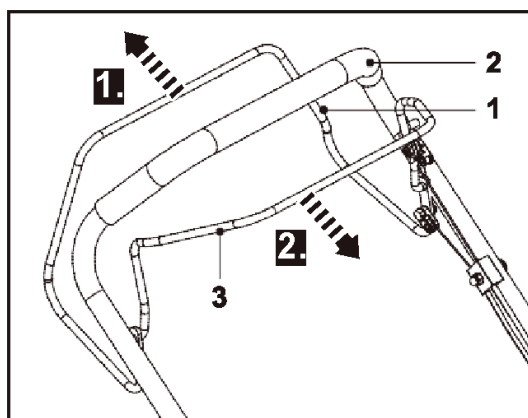

Рис. 24
1. Отпустите рычаг включения хода (1), чтобы отключить функцию хода (рис. 24, пункт 1).
2. Отпустите рычаг тормоза (3), чтобы остановить двигатель и нож (рис. 24, пункт 2).